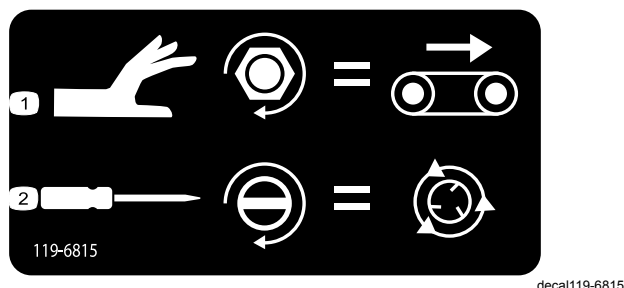

Figure 44
- Pour régler la vitesse de la bande transporteuse (Figure 44), tournez le bouton dans le sens horaire. La vitesse maximale de la bande transporteuse est utilisée dans le système à code couleur ; ce réglage peut ainsi être fait sans débit hydraulique. Cela est particulièrement pertinent lorsque la trémie est pleine de sable.
- Pour régler la vitesse des distributeurs (Figure 44), utilisez un tournevis à lame plate pour tourner la commande dans le sens horaire pour augmenter la vitesse ou dans le sens antihoraire pour réduire la vitesse.